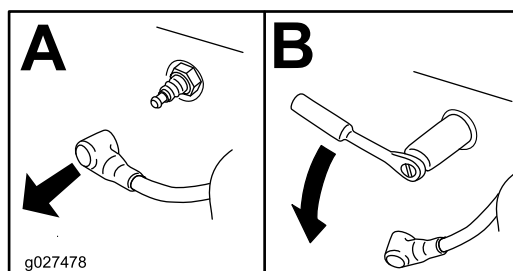

Figura 70
4. Retire a(s) vela(s) como se mostra na Figura 70.